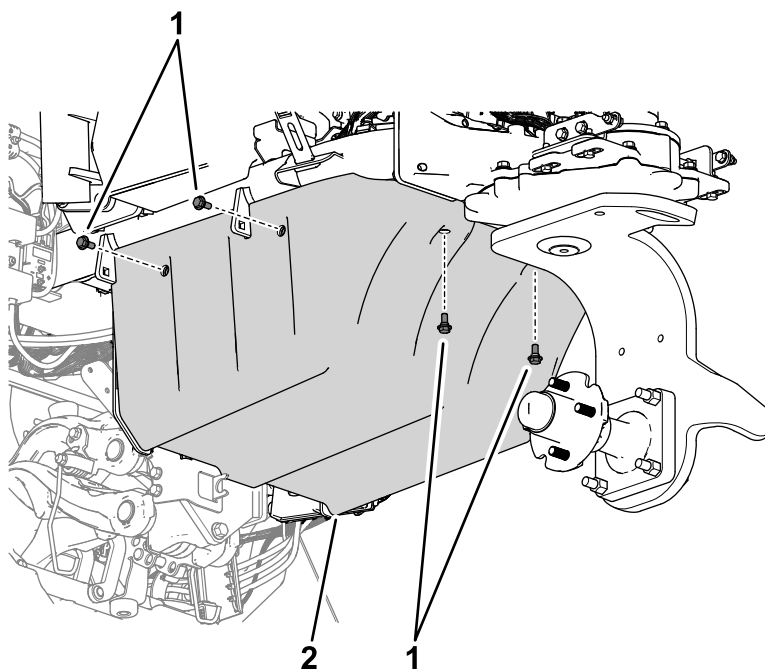

Figur 32
1. Montera sex hastighetsmuttrar på flikarna på den övre monteringsplattan och den nedre monteringsplattan (Figur 32).